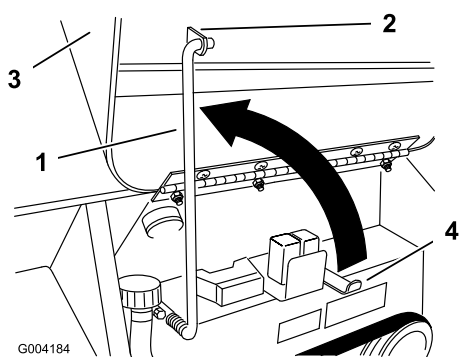

Рисунок 23
4. Отведите подпорный стержень кверху и закрепите его в кронштейне на капоте (Рисунок 23).